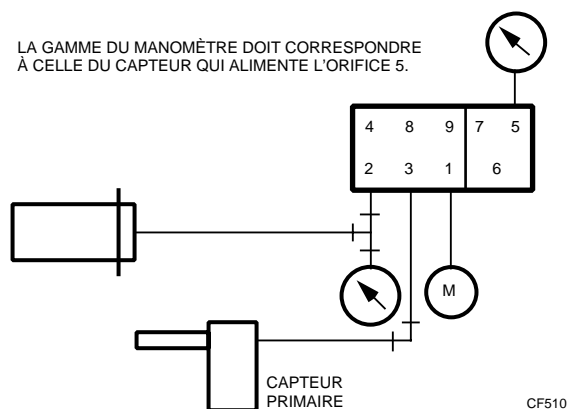

Fig. 8. Raccordement des canalisations pour le réglage du point de départ de la compensation ( $W_c$ ) du RP920B.
1. Installer un manomètre récepteur correspondant au capteur de compensation ou un manomètre de 0 à 30 psi (0 à 207 kPa) dans l'orifice 5, comme l'illustre la Fig. 8.